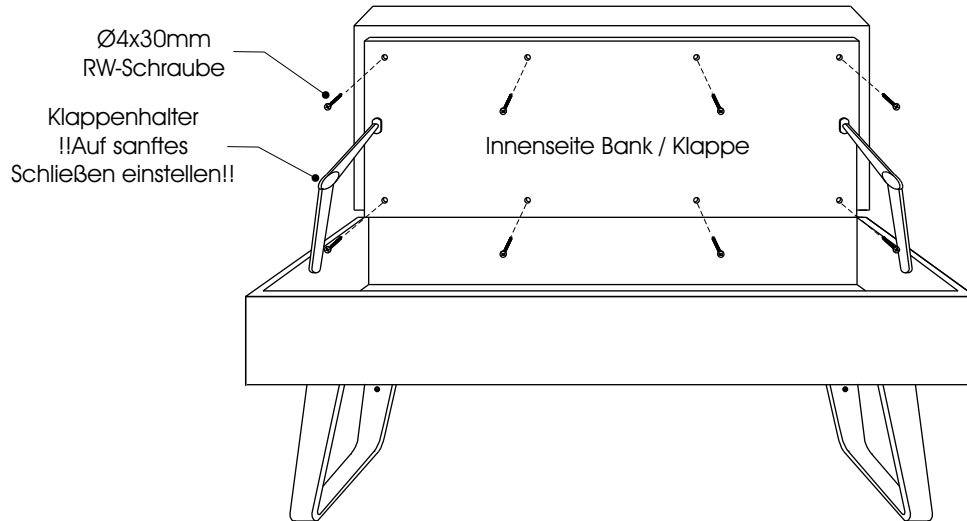

Abb. 3
7. Stellen Sie durch Drehen der Stellschraube am Klappenhalter diesen so ein, dass die Klappe beim Schließen sanft nach unten fällt. (Abb. 3 / 4)